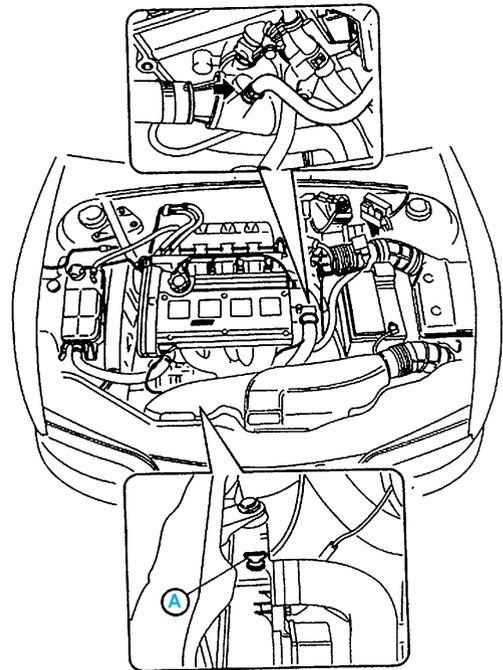

fig. Mot. 27
- Ouvrir la purge (A) placée sur le radiateur (fig. Mot. 27).
- Ouvrir les purges (A - B) placées sur le radiateur (fig. Mot. 27).